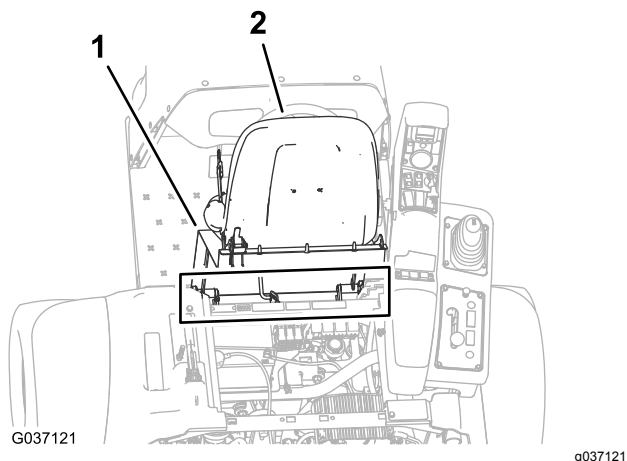

图223
2. 将座板枢轴接头内的孔与机箱支架中的孔对齐图223。
3. 用2个枢轴销将座板安装到机箱支架上图223。
4. 用2个发卡销将枢轴销固定到机器上图223。